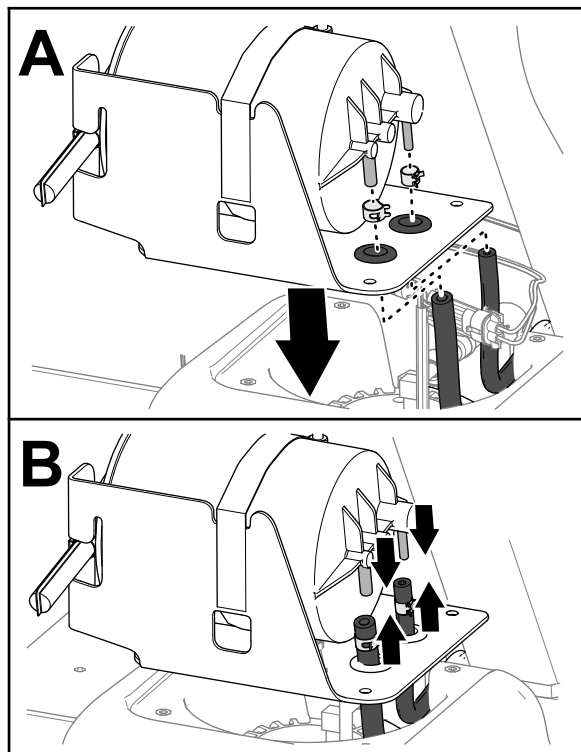

図 85
1. カーボンキャニスタのハトメに燃料ホースを通す 図 85。
2. ホースにホースクランプを嵌める 図 85。
3. カーボンキャニスタのフィッティングTにホースを取り付ける 図 85。